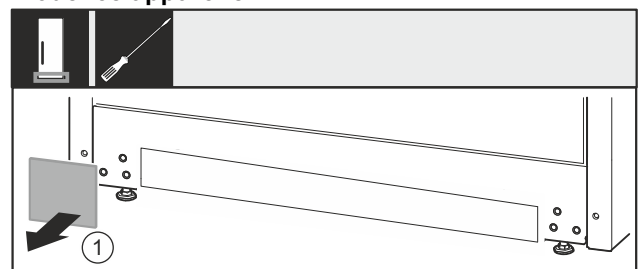

Fig. 32
► Retirer le cache Fig. 32 (1).